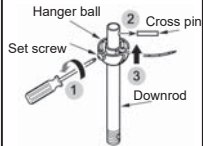

Fig.6
Paso 2. Retire la bola de suspensión del conjunto de tija aflojando el tornillo de fijación, retirando el pasador transversal y deslizando la bola de suspensión fuera del vástago de extensión. (Fig. 6)